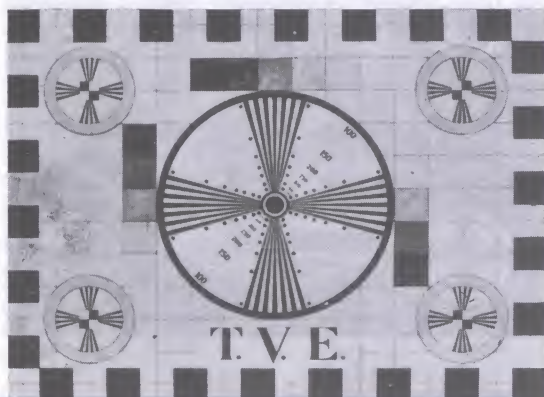

Fig. 3 Se vi apparirà sullo schermo questo monoscopio ricordatevi che esso proviene dalla SPAGNA.
**Fig. 3** - Questa immagine del Giro di Francia, captata un giorno sul nostro televisore, proveniva addirittura da una emittente spagnola. L'immagine, come ben si vede dalla foto, risultava eccellente.